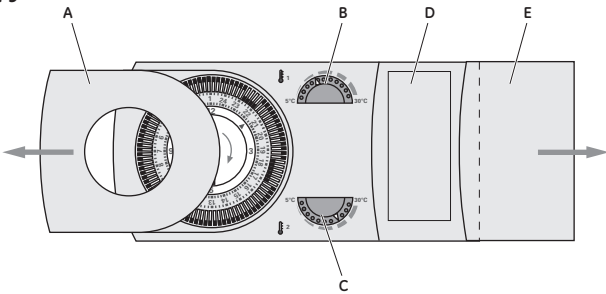

Fig. 8
- **To set the Time:** Slide the cover A (fig. 9) off the unit. Rotate the timer clock clockwise until the time is correct, fig. 8 (2).
- **Uhrzeiteinstellung:** Entfernen Sie den Deckel A (fig. 9). Drehen Sie den Schaltkopf in Uhrzeigerichtung solange bis die Uhrzeit korrekt eingestellt ist, fig. 8 (2).
- **Ajuste de la hora:** Deslizar la cubierta A (fig. 9). Girar el reloj en sentido horario hasta que la hora sea la correcta, fig. 8 (2), haciendo un ajuste fino mediante el giro de la manecilla de minutos.
- **Per programmare il modo di funzionamento:** Spostare il selettore a tre posizioni 6, (fig.8) sulla posizione desiderata: